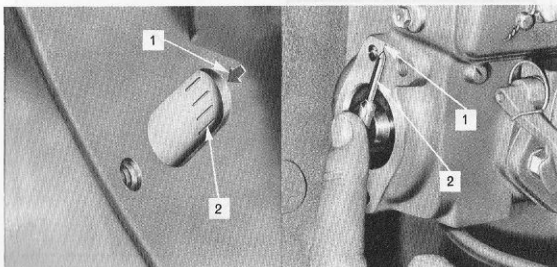

Fig. 69 Kontroll av insprutningspumpens inställning (Super Major 5000)
1. Tag bort svänghjulets inspektionsslucka på högra sidan av oljeträget, se till att kolven i cylinder 1 befinner sig i kompressionsslaget och drag runt motorn tills märket för 19° står mitt för pilen vid öppningen, fig. 69.
2. Tag bort kåpan från bakre delen av insprutningspumpen och lägg en lämplig visare i V-spåret i pumpkamaxeln, fig. 69. Visaren skall stå mitt för inställningsmärket på pumphuset.